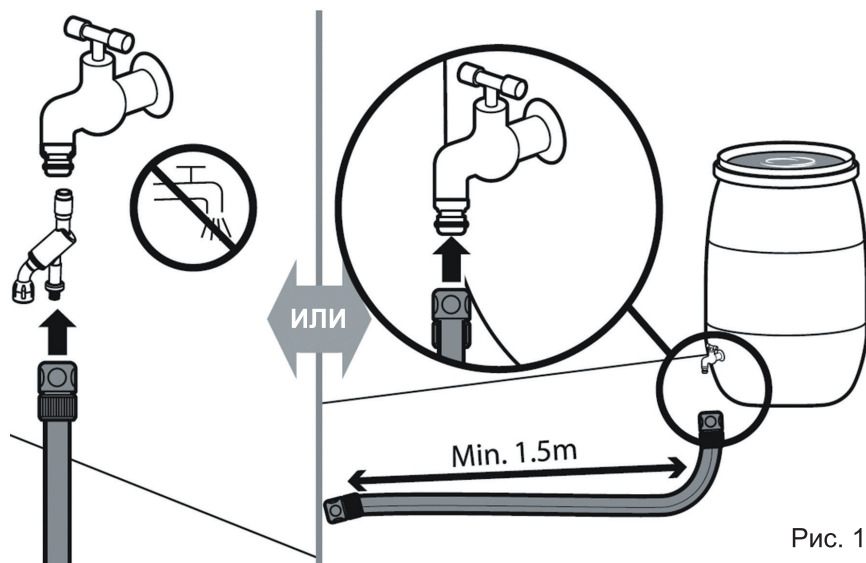

Рис. 11
9. Подключите шланг подачи воды к водопроводу или опустите его в емкость или резервуар с водой (рис. 11).